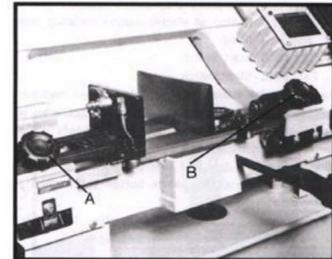

Fig. 8
2. Lossa vredet (A. Fig. 8) och bulten (B).